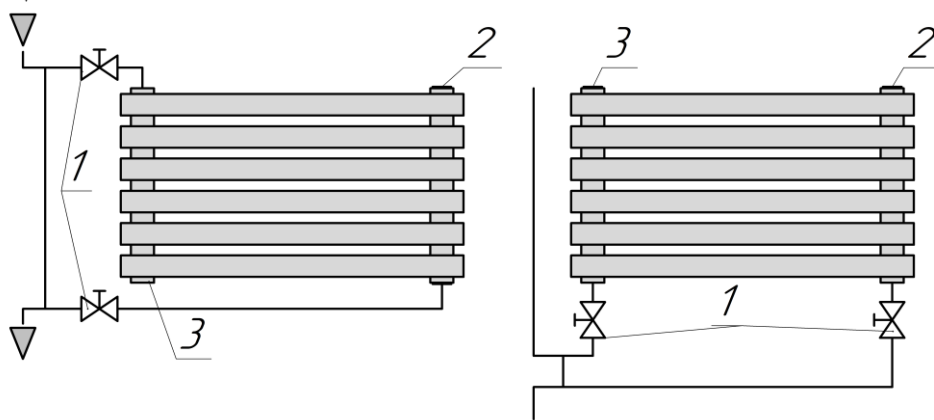
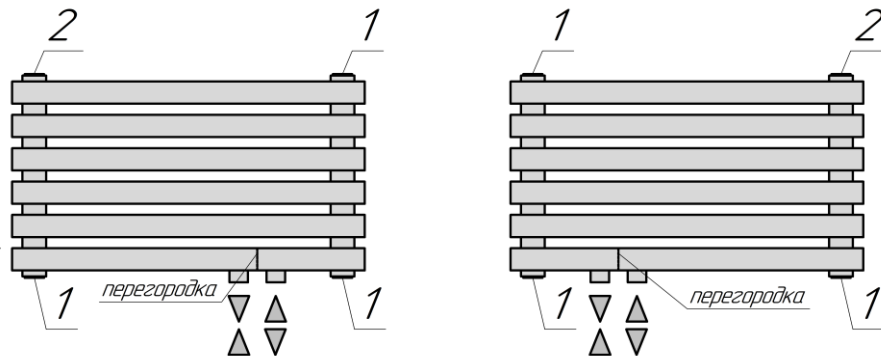

Рис.2. 1. Вентиль (кран). 2. Кран Маевского-воздухоотводчик. 3. Пробка глухая.
Рис. 4. 1. Пробка глухая. 2. Кран Маевского-воздухоотводчик.
2.2. Радиаторы выпускаются с разнесенным (седловым) нижним или диагональным подключением «ELLIPSE Р Н» (Рис.2, 3) или с правосторонним (левосторонним) нижним подключением с межосевым расстоянием 50 мм «ELLIPSE Р Н R(L)» (Рис.4).
5.7. Схема разнесенного (седлового) подключения радиатора к однетрубной системе (Рис.2):
5.9. Схемы присоединения под арматуру нижнего подключения 50мм к двухтрубной системе отопления (Рис. 4): Подключение прямой и обратной магистрали - произвольное.